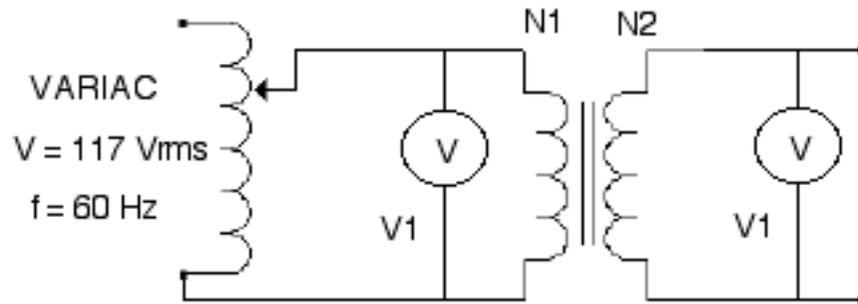

Figura 8.1
- 9.- Para obtener la relación de vueltas (n), monte el circuito de la figura 8.1.